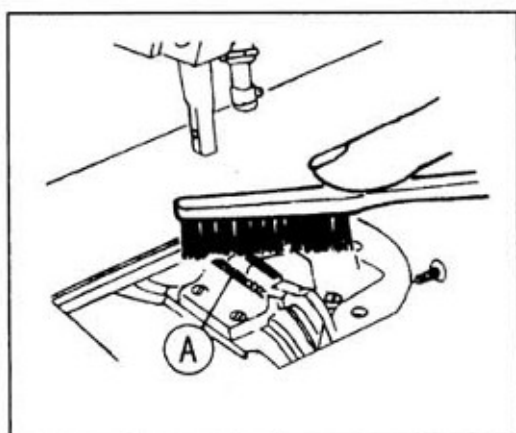

图 31
23. 定期清扫 (图 31, 32, 33)
先卸下针板, 清除送布牙 A 间距 (牙槽) 内的尘垢, 如图 31 所示。然后再安好针板。